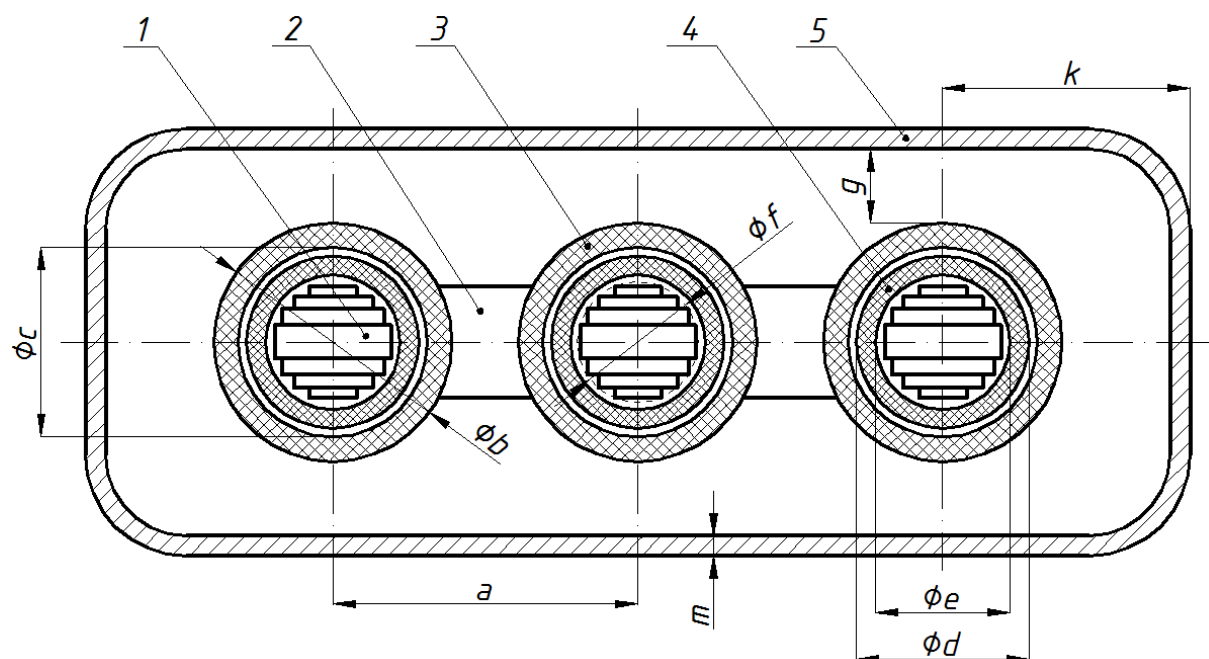

Рис. 11
1. Погодити з викладачем варіант завдання на технічне креслення (табл. 3.1 та рис.11).
1. В табл.3.1. наведені варіанти завдань, що складаються з деяких розмірів поперечного перерізу трансформатора які позначені на рис.11.
№ варіанту	Розміри, мм (див. рис.11)